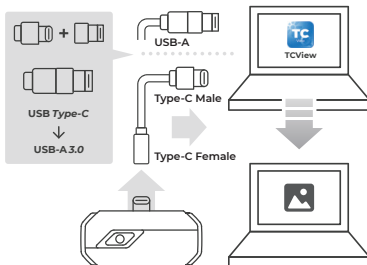

Abbildung 4.11
2. Schließen Sie die Kamera TC001 mit dem mitgelieferten Adapterkabel an einen PC an (siehe Abbildung 4.11)